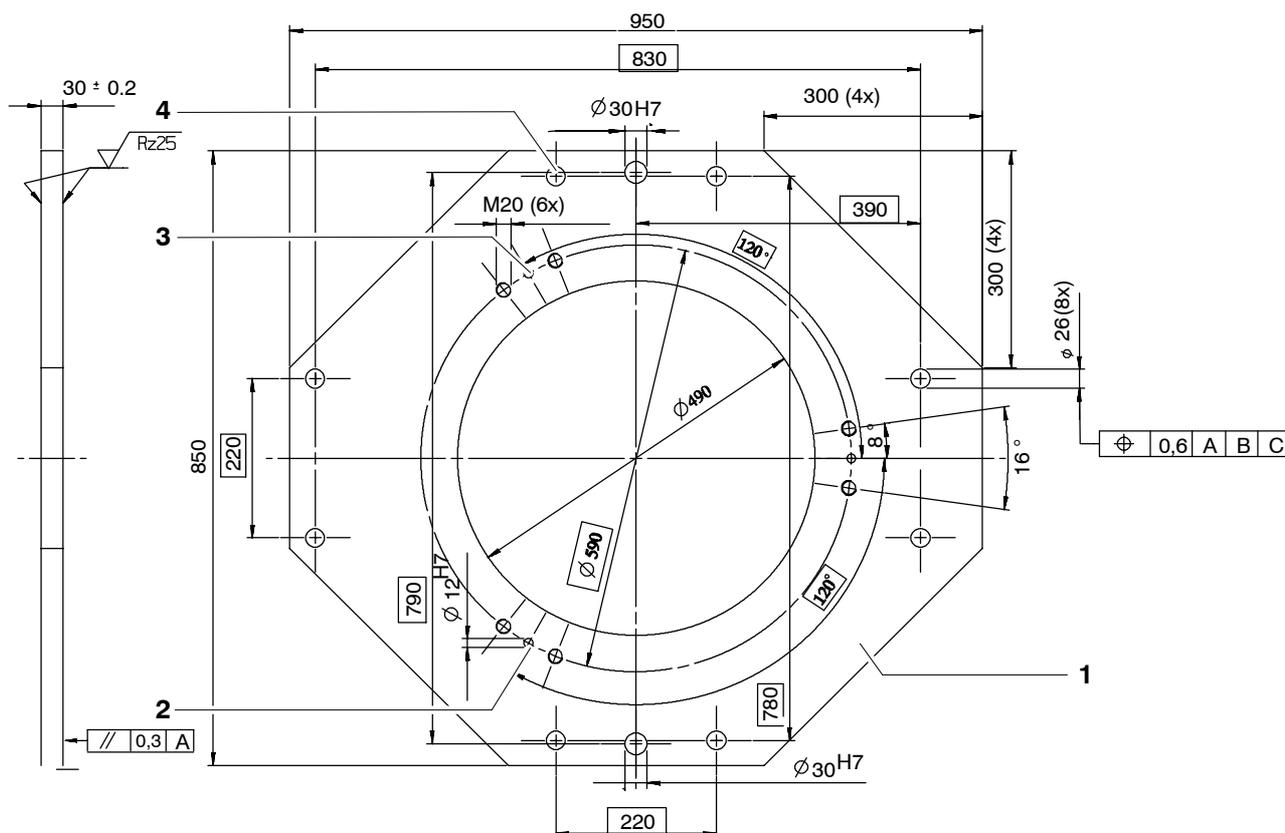

Fig. 55 Fixation du robot, variante 3
- (1) Préparer la construction portante conformément à la Fig. 55.
- (2) Amener la plaque d'adaptation (1) au lieu prévu pour le montage puis procéder à la mise en place et à l'alignement.
- (3) Monter huit vis à six pans creux M25x60, ISO 4017 (4) et les serrer avec une clé dynamométrique.